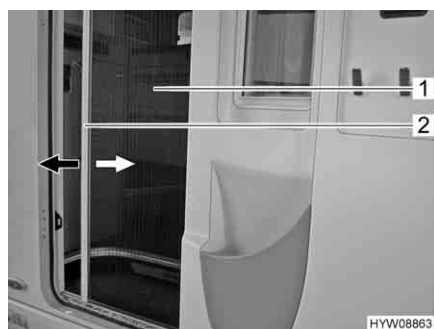

Fig. 18 Protezione contro gli insetti
- Afferrare la barra di presa (Fig. 18,2) con entrambe le mani ed estrarre con movimento uniforme la protezione contro gli insetti (Fig. 18,1) dall'alloggiamento della porta.
- Afferrare la barra di presa (Fig. 18,2) con entrambe le mani e spingere la protezione contro gli insetti (Fig. 18,1) nell'alloggiamento della porta esercitando una leggera pressione.